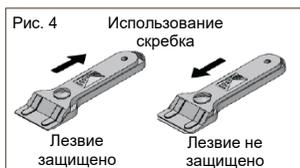

Рис. 4
**⚠** После того, как вы закончили чистить поверхность скребком, задвиньте лезвие и заблокируйте его. (см. Рис. 4)